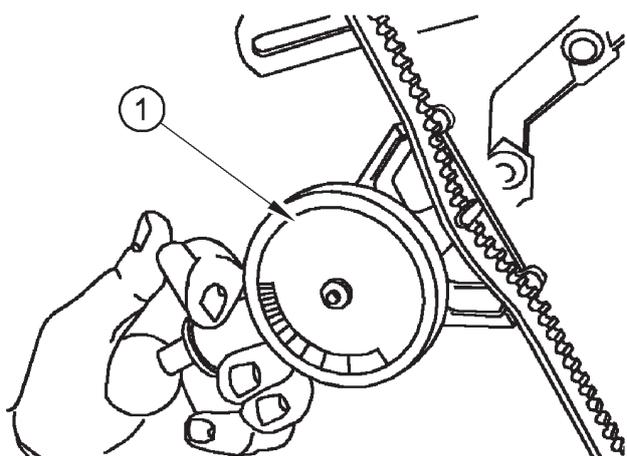

Figura 10
2. Per un accurato controllo della tensione della cinghia, utilizzare un tensiometro per cinghie. Montare il tensiometro (figura 10 voce 1) al centro del tratto libero più lungo della cinghia e controllare la tensione.